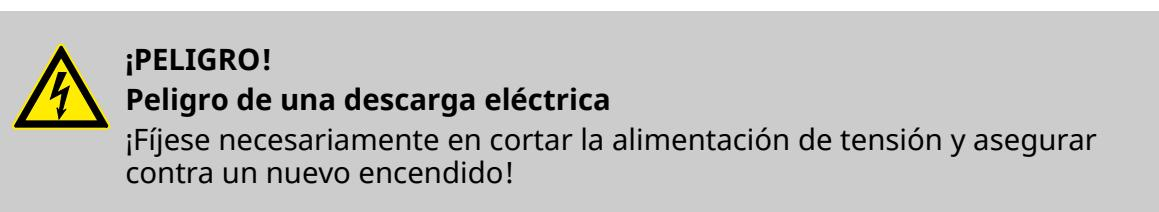

Fig. 18: Sustituir la unidad de control
2. ➤ Aflojar los tornillos de fijación (Fig. 18 , ①) de la unidad de control ② .